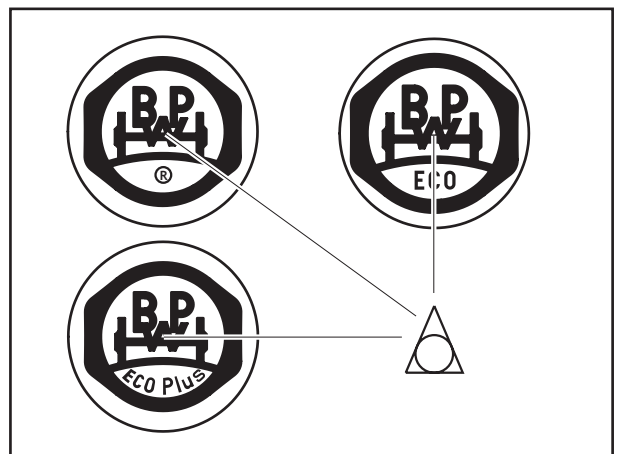

Fig. 7
- ☞ Bei Fahrzeugen mit alten Nabenkapseln (eingestanztes ®) oder ECO unter dem BPW Zeichen) (Fig. 7) brauchen nur die Nabenkapseln von der Bezugsachse abgeschraubt werden.
Only the hub caps of the reference axle need be unscrewed also on vehicles with old hub caps (embossed (R) or ECO under the BPW logo) (Fig. 7).
Seuls les capuchons de l'essieu de référence doivent être dévissés s'il s'agit d'un véhicule doté de d'anciens capuchons ((R) ou ECO poinçonnés sous le sigle BPW (fig. 7).
☞ - Bei neuen Nabenkapseln (eingepprägtes ® , ECO oder ECO^{Plus} unter dem BPW Zeichen) (Fig. 7). Kapseln montieren, siehe Arbeitsschritt 8.
- Das Dreieck (Δ) im BPW Zeichen liegt zentrisch, wenn unter dem BPW Zeichen ein ® , ECO oder ECO^{Plus} eingepragt ist (Fig. 7).
- In the case of new hub caps (embossed (R) , ECO or ECO^{Plus} under the BPW logo) (Fig. 7), install hub caps, see step 8.
- The triangle (Δ) in the BPW logo is located in the centre, if an (R) , ECO or ECO^{Plus} is stamped below the BPW logo (Fig. 7).
- Pour de nouveaux capuchons poinçonnés avec un (R) , ECO ou ECO^{Plus} sous le sigle BPW (fig. 7), monter ceux-ci selon opération 8.
- Le triangle (Δ) dans le sigle BPVW est centré si un (R) , ECO ou ECO^{Plus} est poinçonné sous le sigle BPW (fig. 7).